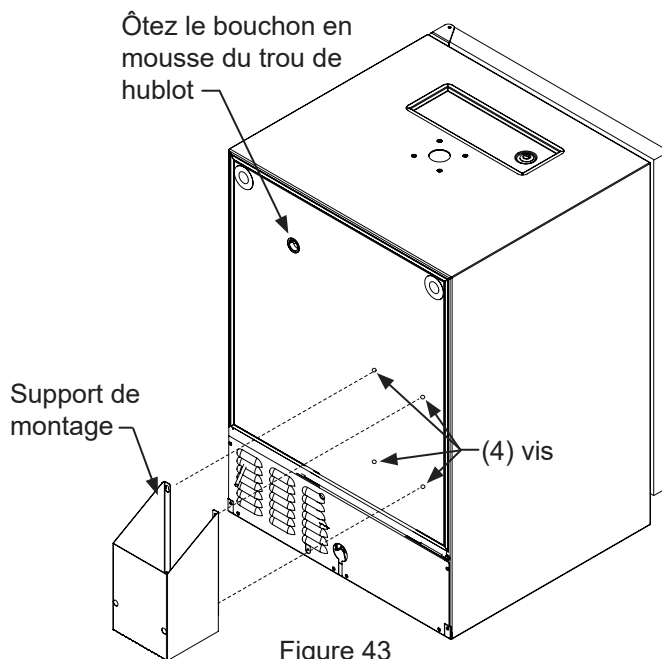

Figure 43
Placez les (4) vis à métaux (N° 10-32 x $\frac{3}{4}$ po à tête plate) fournies avec le support à l'arrière de l'appareil (Voyez la Figure 43). Ne les serrez pas à fond. Accrochez les trous en fente des brides du support par-dessus ces quatre vis, puis serrez-les bien pour maintenir le support au dos du meuble. Le support peut aussi être fixé sur un meuble adjacent en utilisant les vis à bois N°10 de $\frac{3}{4}$ po fournies.
Les bouchons d'isolation en mousse fournis dans les hublots sont **CRITIQUES** pour le bon fonctionnement de l'appareil, et empêchent la formation de buée pouvant l'endommager ainsi que son contenu. Masquez toujours le hublot de la conduite de gaz (Figure 43) avec les bouchons d'isolation fournis une fois que toutes les conduites ont été correctement installées.